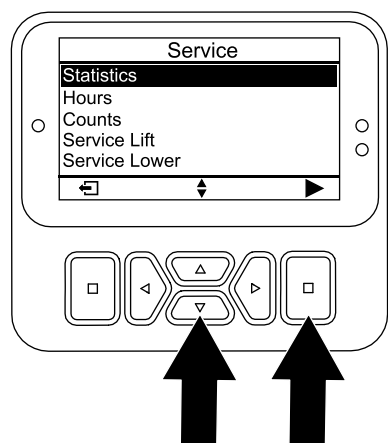

Figure 96
- 5. Dans l'écran ENTRETIEN, appuyez sur le bouton vers le bas jusqu'à ce que l'option STATISTICS (Statistiques) soit sélectionnée, puis appuyez sur le bouton de sélection (Figure 96).